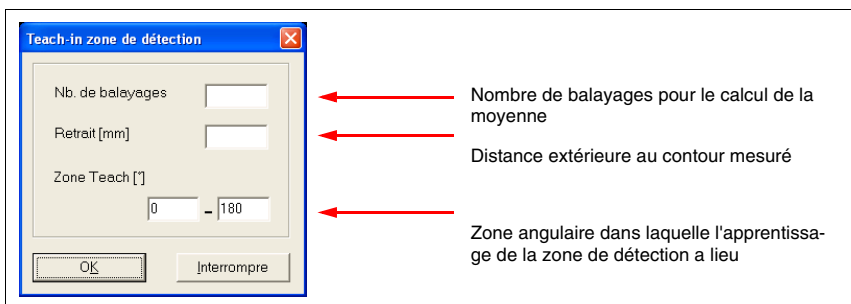

Fig. 6.12 : Fenêtre de saisie de la fonction Apprend. zone de détection
- Entrez les valeurs souhaitées pour le **Nombre de balayages**, le **Retrait** et la **Zone Teach** (voir figure 6.12) nécessaires à l'apprentissage de la zone de détection et confirmez vos entrées en cliquant sur **OK**. L'apprentissage commence, son avancement est présenté dans une fenêtre.